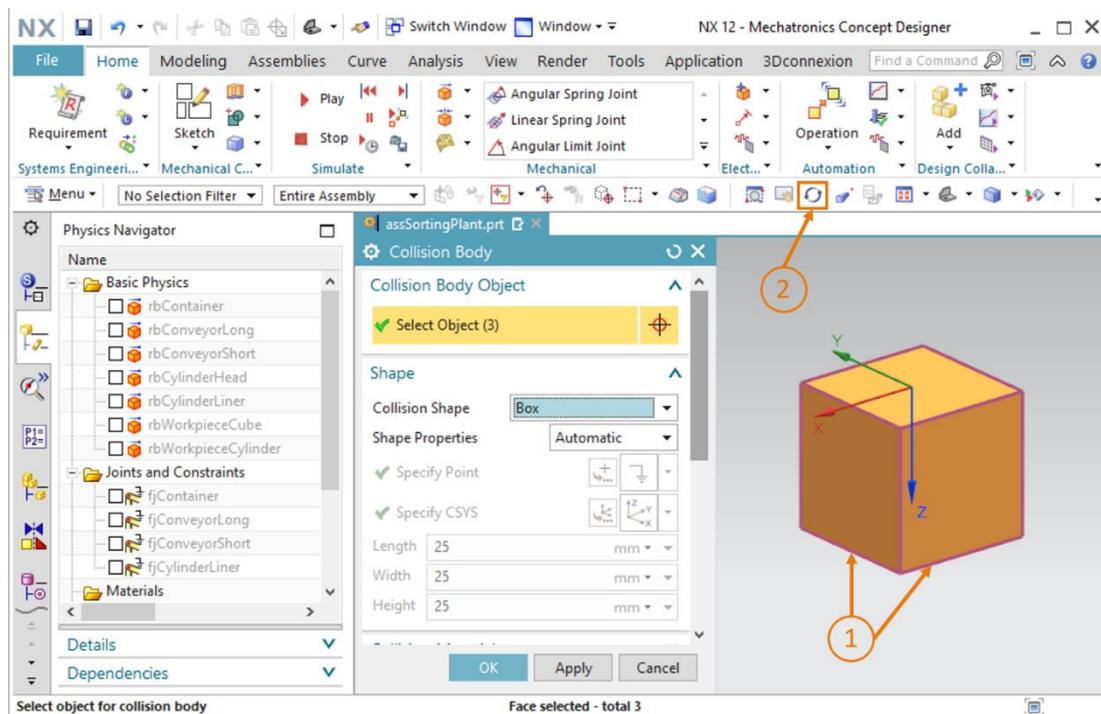

Figure 21 : Création du corps de collision pour workpieceCube – Sélection de surfaces supplémentaires
- Sélectionnez les deux autres surfaces visibles du parallélépipède (voir Figure 21, étape 1). Vous devez avoir un total de trois surfaces (voir les informations entre parenthèses dans le bouton "Select Object" (Sélectionner l'objet). Pour voir les autres surfaces du corps, vous devez changer de vue. Cliquez pour cela sur le bouton "Rotate" (Rotation)  pour faire pivoter le modèle (voir Figure 21, étape 2).